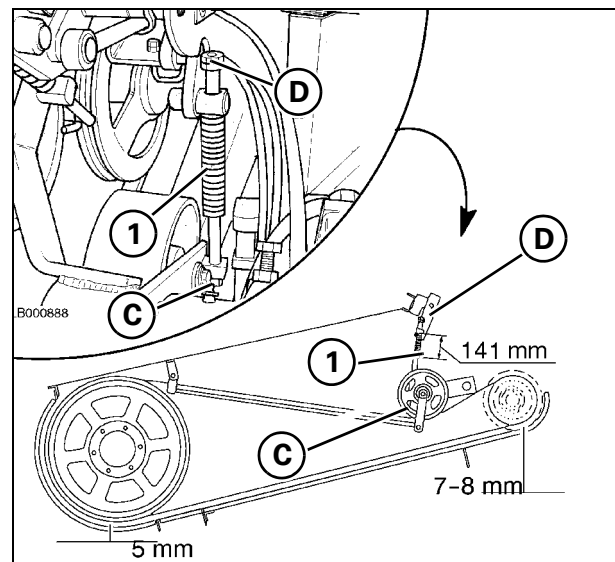

Рис. 3
**2.) Приводной ремень молотилки - Рис. 3**